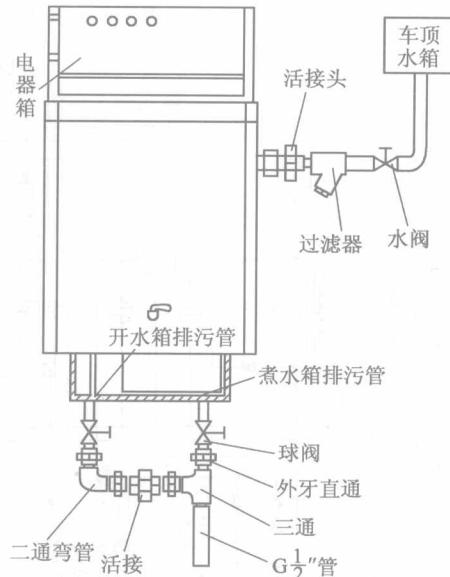
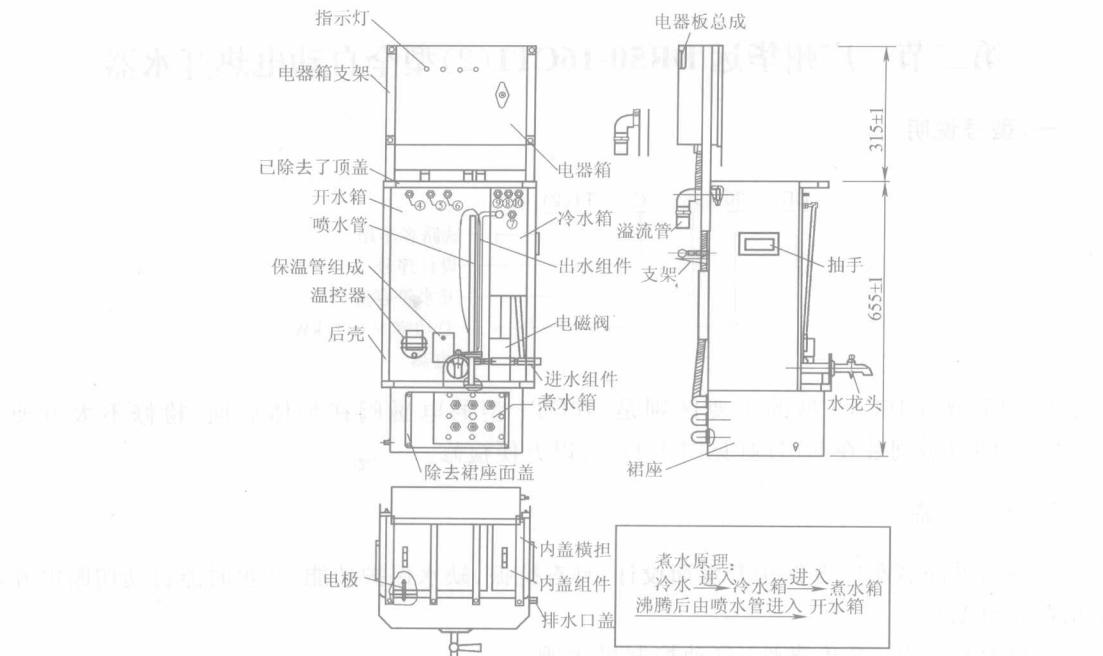

图1-3 广州华远DR50-16CT1电热开水器外形图
图 1-4 广州华远 RD50-16CT2 电热水器外形安装简图
16CT1型与16CT2型的主要区别是：16CT1型的电磁阀在炉体后面，检修不太方便；16CT2型的电磁阀装在前门内（见图1-4），可以方便检修。
各部名称与外形尺寸见图1-3、图1-4。
10. 排污管可按图 1-3 安装。